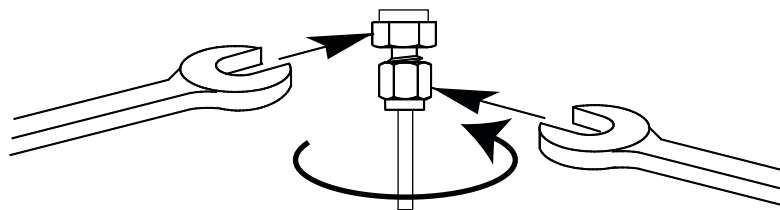

Figure 17. Serrage final
- 7 Pour des raccords Swagelok de 1/8 de pouce, utilisez une paire de clés plates pour serrer le raccord de 3/4 de tour. Reportez-vous à la Figure 17.